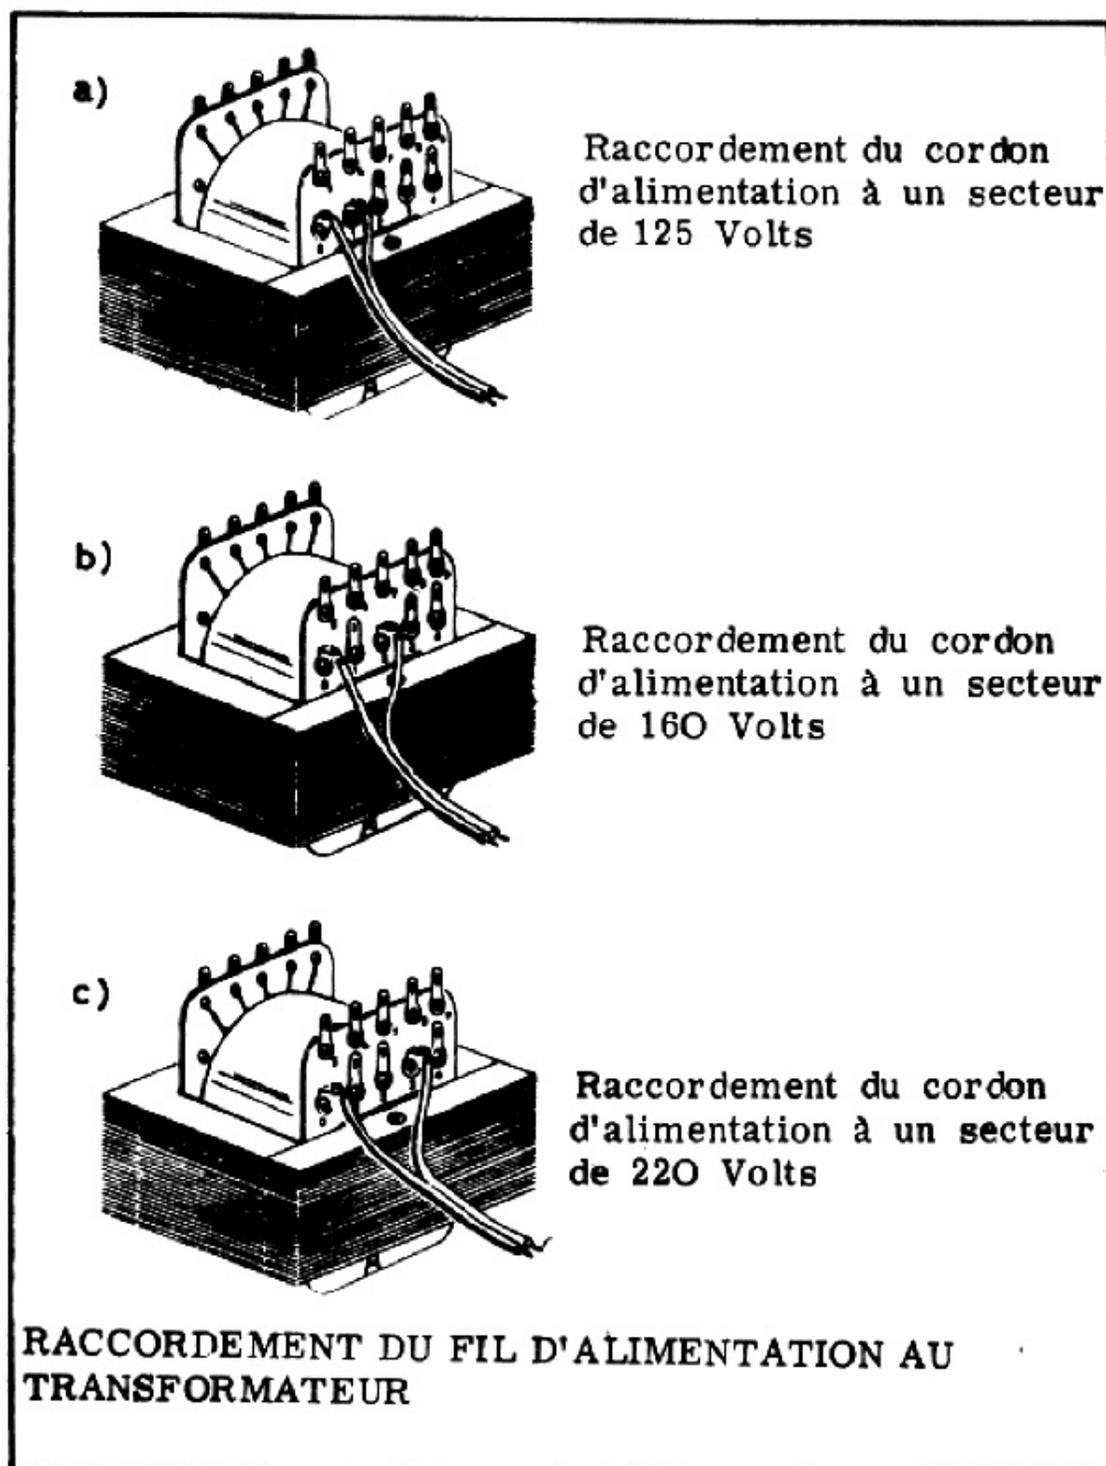

Figure 2
– Si le secteur a une tension de *127 V*, il faut souder le second fil du cordon à deux conducteurs sur la languette *A1* (*figure 2 - a*).
– Si la tension est de *220 V*, il faut souder le second conducteur sur la languette *A3* (*figure 2 - c*).
– pour le cas où la tension se situerait entre *110 et 140 V*, soudez le second conducteur du cordon à deux fils sur la languette *A1* (*figure 2 - a*).
– pour les tensions se situant entre *140 V et 160 V*, soudez le second conducteur sur la languette *A2* (*figure 2 - b*).
– pour les tensions entre *220 V et 240 V*, soudez le second conducteur sur la languette *A3* (*figure 2 - c*).
v) Il est donc indispensable d'effectuer de façon correcte le raccord du second conducteur au transformateur, en fonction de la tension de votre secteur (*voir la figure 2*).